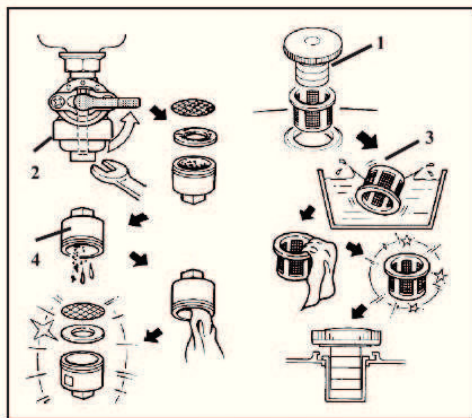

рис.5
6.4.1 Снимите крышку топливного бака 1 (рис.5) и колпачок крана подачи топлива 2 (рис.5), стараясь не повредить уплотнения. Слейте остаток топлива во вспомогательную ёмкость.
6.4.2 Удалите загрязнения с фильтров 3 и 4 (рис.5) промыванием в лёгком растворителе (типа №646, Уайт-Спирит) и продувкой. Высушите фильтры и установите их на место.